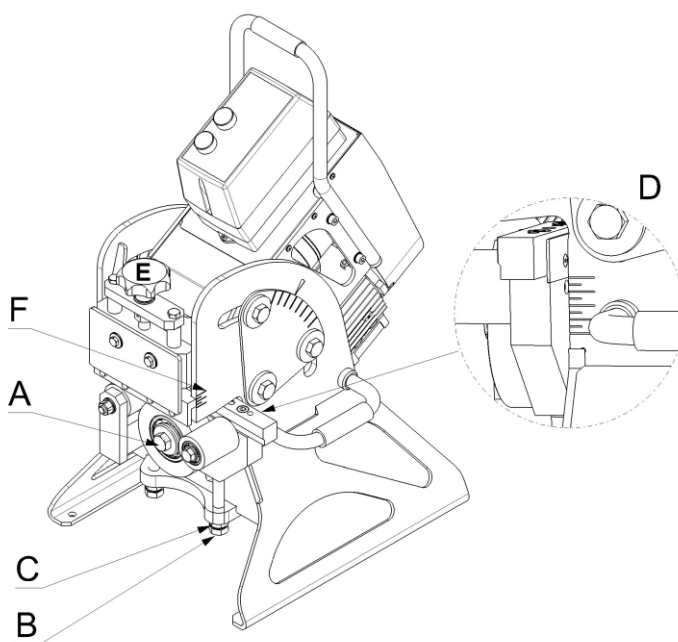

Рис. 5.3.2
- Выкрутите достаточно болт центрального цилиндра (позиция А, Рис. 5.3.2)
- Поднимите или опустите суппорт при помощи нижнего правого болта (позиция Б, Рис. 5.3.2). Если болт левостороннего суппорта препятствует снижению суппорта, выкрутите его.
- Таким образом, проверьте градационную шкалу (позиция Д, Рис.5.3.2), убедившись, что желаемое значение было получено.
Значение на шкале (позиция Д, Рис. 5.3.2) соответствует разнице между высотой фацетирования (размер А на Рис. 5.3.1.0) и общая толщина материала. Поэтому Вы устанавливаете так называемый фацет (шпонка, стык) на шкале (значение С, Рис.5.3.1.0). (Таким образом, чтобы настроить размер фаски 8x8x45° для материала толщиной в 10-мм., Вы должны настроить значение шкалы на 2 мм)
- После подсоединения самого нижнего суппорта, тщательно закрутите болт центрального цилиндра (позиция А, Рис. 5.3.2) и болт левостороннего суппорта до упора. Закрепите оба и левый и правый болты гайками (позиция С, Рис. 5.3.2)
На шкале (позиция D, Рис. 5.3.2.), **ЗАПРЕЩЕНО** устанавливать значение меньше, чем то, что указано в правой колонке таблицы. В противном случае, станок может быть перегружен. Примечание: Данные приемлемы только для стали, прочностью 45 кг/мм².
Для корректных настроек, Вы должны установить разницу между желаемой высотой толщиной материала на градуированной шкале (позиция D, Рис. 5.3.2); что выражается как $20-15=5$; так что деление шкалы должно читаться как 5 мм. Используйте таблицу для проверки того, будет ли станок перегружен. Таблица указывает, что минимальное значение деления шкалы может быть менее 9,5 мм; при данной настройке, общая гипотенуза фаски (значение P, Рис. 5.3.1.0) превышает допустимые 15 мм. Поэтому станок может быть поврежден.
Для корректных настроек, Вы должны установить разницу между желаемой высотой толщиной материала на градуированной шкале (позиция D, Рис. 5.3.2); что выражается как $12-10=2$; так что деление шкалы должно читаться как 2 мм. Используйте таблицу для проверки того, будет ли станок перегружен. Таблица указывает, что минимальное значение деления шкалы может быть 1,5 мм., при данной настройке, общая гипотенуза фаски (значение P, Рис. 5.3.1.0) не превышает допустимые 15 мм.
Для корректных настроек, Вы должны установить разницу между желаемой высотой толщиной материала на градуированной шкале (значение D, Рис. 5.3.2); что выражается как $10-8=2$ так что деление шкалы должно читаться как 2 мм. Используйте таблицу для проверки того, будет ли станок перегружен. Таблица указывает, что для материалов толщиной до 10 мм. не существует ограничений по настройке. Это значит, что фасетирование может быть произведено, так как, даже если Вы установите значение на шкале в 0 мм и создадите таким образом острую фаску на поверхности, общая гипотенуза фасетирования (значение P, Рис. 5.3.1.0) не будет превышать допустимые 15 мм.
- Поверните ручное колесо в верхней части рабочей части держателя (позиция E, Рис. 5.3.2) для установки высоты держателя цилиндра.
5.3.1.0) на применяемой градиентной шкале (позиция F, Рис. 5.3.2). Верхний край корпуса цилиндра является разделительной полосой.